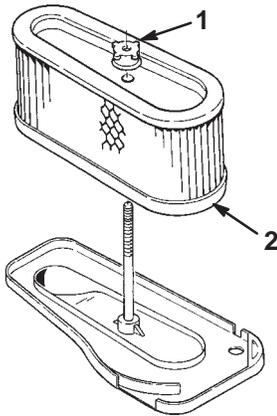

Abbildung 28
5. Die Gummimutter losschrauben und den Papiereinsatz entfernen (Abb. 28).
2. Den Luftfilter auf die lange Stange schieben. Die Gummimutter mit der Hand gegen den Luftfilter drehen (Abb. 28).